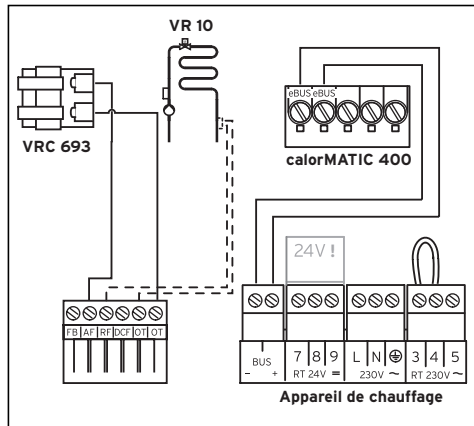

Fig. 10.1 Raccordement électrique
La connexion à l'appareil de chauffage se fait à l'aide d'une ligne de transfert de signaux à 2 brins (eBus), cf. fig. 10.1.
- Enlevez le couvercle (1) du boîtier et fixez le boîtier au mur avec 2 vis placées dans les orifices de fixation (8).
- Posez le câble de raccord (4) de 2 x 0,75 mm² minimum et tirez-le par en bas à travers le passe-câbles (3). La étanchéité à l'eau du récepteur doit être garantie par un passe-câbles approprié et un montage soigneux.
- Procédez au câblage des bornes de raccordement en respectant le schéma de la figure 10.1.
- Assurez-vous que le joint du boîtier est fixé correctement dans la partie supérieure du boîtier (1) et appuyez la partie supérieure sur le boîtier.
- Fixez la partie supérieure du boîtier (1) à la partie inférieure en utilisant les vis comprises dans la livraison (2).
En cas d'installation murale, la communication avec l'appareil de chauffage s'effectue via l'eBus. Tous les connecteurs de raccord eBus sont conçus de manière à pouvoir câbler au minimum $2 \times 0,75 \text{ mm}^2$ (recommandé) par borne de raccordement. Il est ainsi possible d'inverser les câbles sans pour autant perturber la communication (fig. 10.1). Observez également les indications de la notice de l'appareil de chauffage. Le pont au niveau des bornes de raccordement
La sonde VR 10 est directement raccordée à l'appareil de chauffage (cf. fig. 10.1).